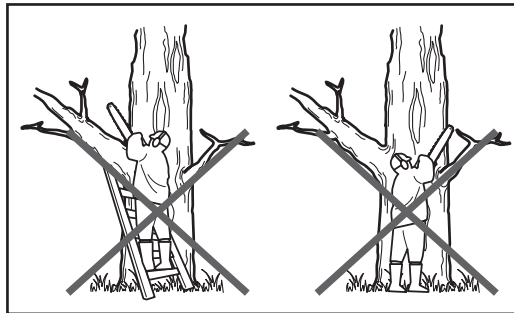

Fig. 25
8. Nu opera produsul cu brațele complet întinse și nu încerca să tai în zone la care este greu de ajuns sau stând pe o scară. Nu utiliza niciodată produsul deasupra nivelului umerilor (Fig. 25).